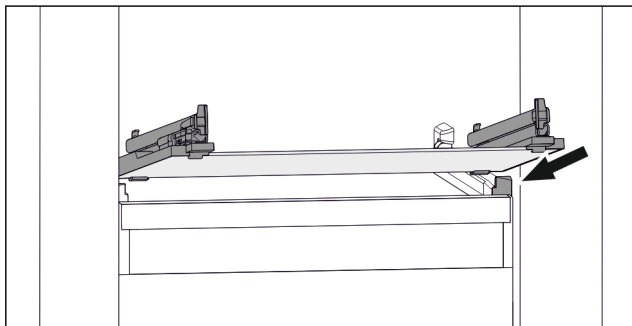

Fig. 103 Примерное отображение стеклянной пластины
- ▶ Наклоняя вниз, установите стеклянную пластину за опоры. (см. Fig. 103)